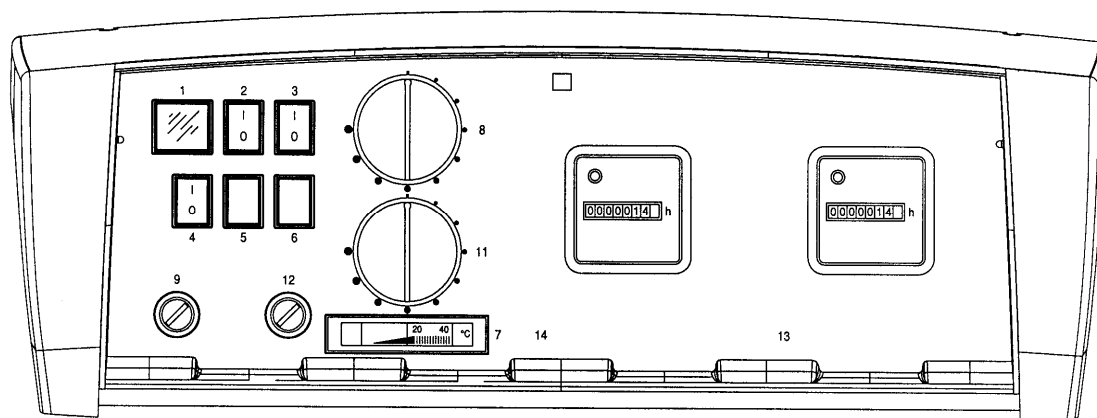

Fig. 2
4.6.1 PANOUL DE COMANDĂ STELT DUAL (FIG. 2)